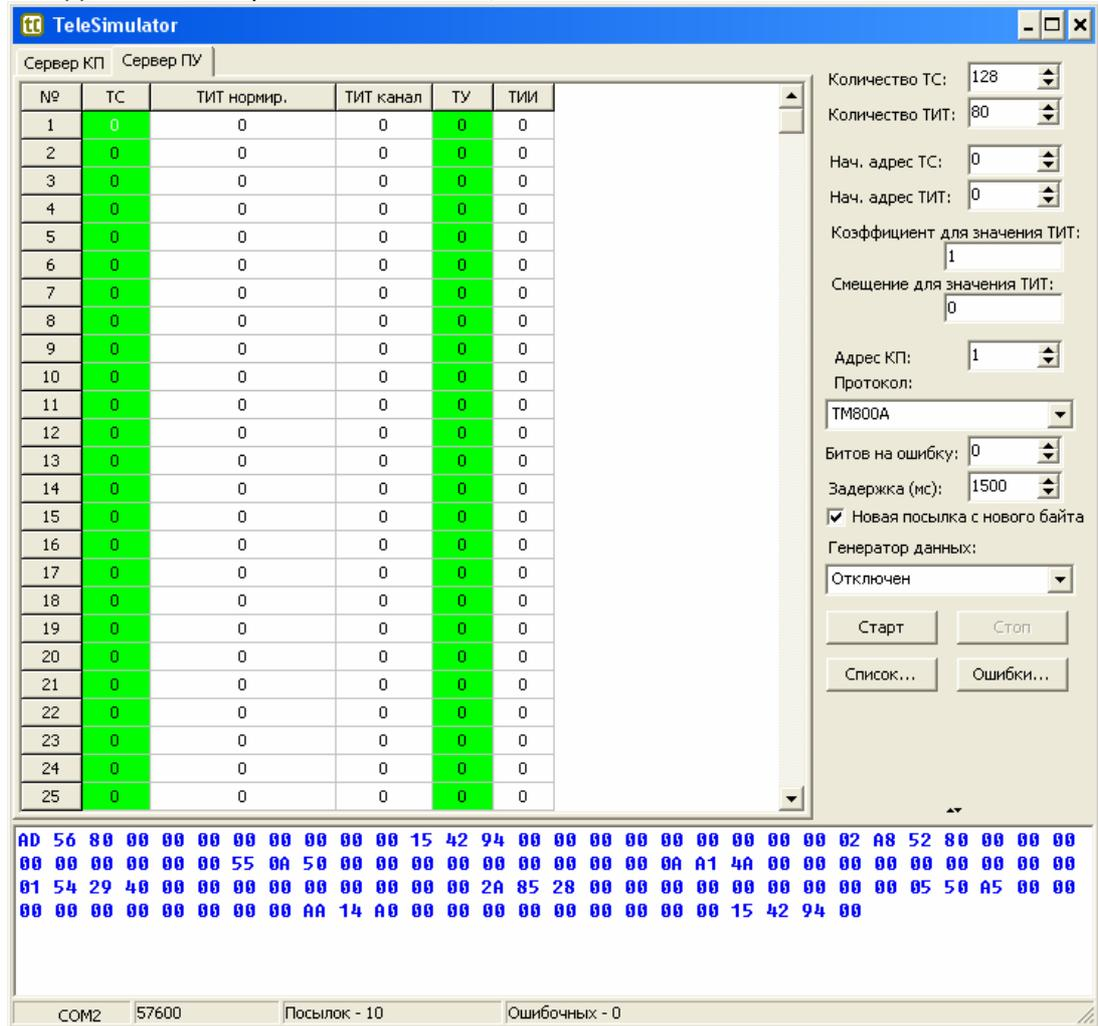

Рисунок 14 – Окно программы «TeleSimulator»
- 5) запустите на ПЭВМ программу TeleSimulator (рисунок 14). Установите в программе: